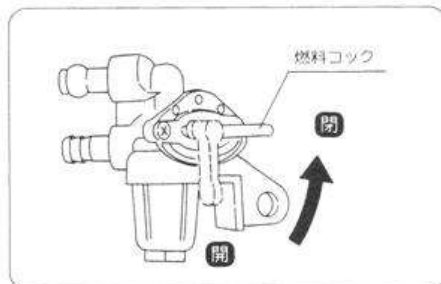

図38
- エンジン停止後、必ずコックを「閉」位置にしてください。(図38)